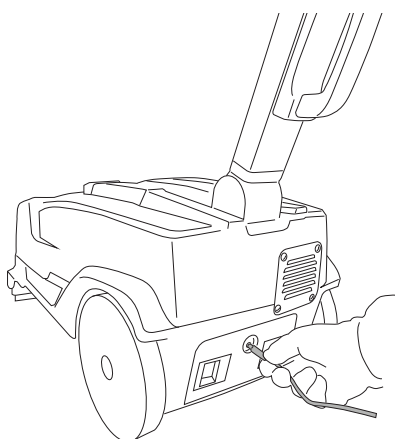

Fig.13
- Inserire la spina a jack del carica batteria nella presa posta sulla batteria (Fig.13).